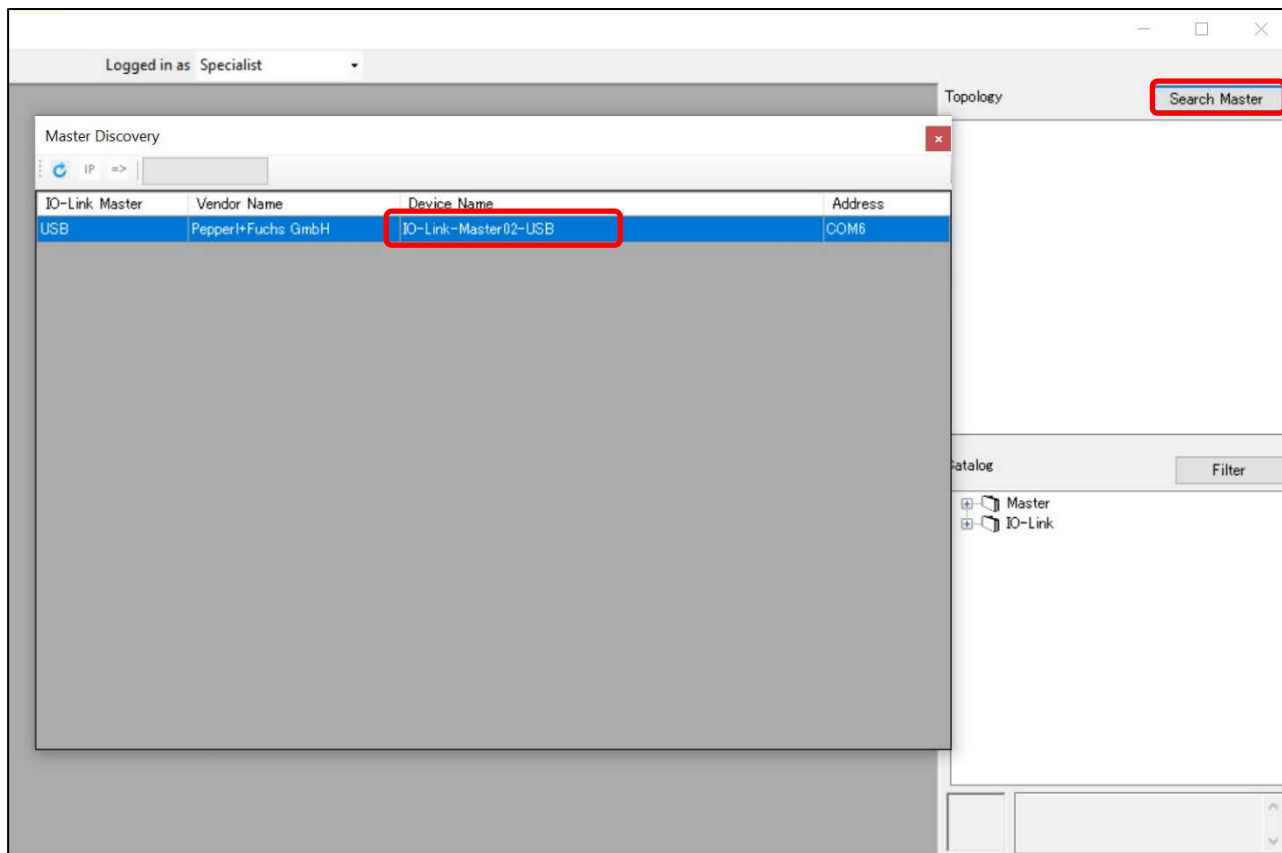

図 7-8 IO-Link Device Tool V5.1 – PE (IO-Link マスターの検索)
1. ウィンドウの右上にある「Search Master」ボタンをクリックします。図 7-8 のように、「IO-Link-Master02-USB」が「Master Discovery」ウィンドウに表示されます。